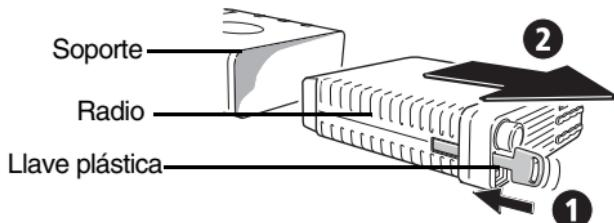

Figura 2: Desmontaje de la Armadura de Soporte del T2000//I
- 1 Para desmontar la cubierta de la radio, inserte la llave plástica en la ranura junto al control de encendido, luego deslice la cubierta sujetando la parte frontal de la radio, como se muestra en la figura 2.